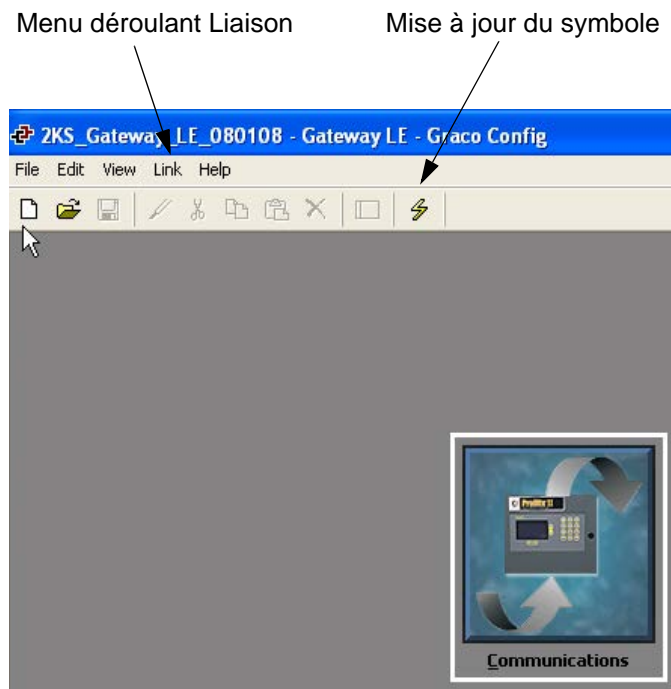

FIG. 16 : Page principale de GracoConfig
3. Allez dans Fichier>Ouvrir puis sélectionnez le fichier comportant l'extension xx.gg2. Le nom de ce fichier doit s'afficher en haut de la fenêtre (FIG. 16) une fois chargé.
4. Téléchargez la base de données en utilisant la commande Mise à jour>liaison. Comme raccourci, utilisez le symbole  Mettre à jour figurant dans la barre d'outils. Voir la FIG. 16.